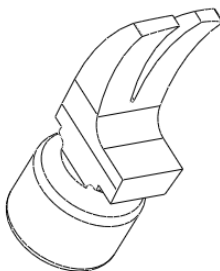

图 40-32
- (3) 单击草绘命令工具栏中的  按钮,返回拉伸特征操控板,调整材料的移出方向,单击  按钮,完成特征的建立,如图 40-32 所示。